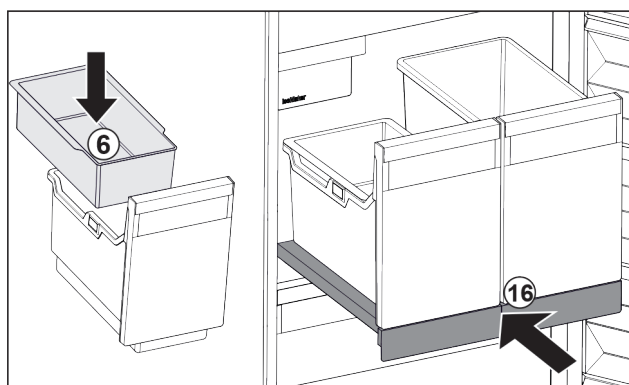

Fig. 25
- Inserire la vaschetta da agganciare Fig. 25 (6) per i cubetti di ghiaccio.
- Inserire il ripiano estraibile con il contenitore (IceTower). Fig. 25 (16)